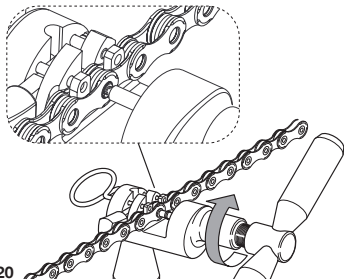

Fig.20
- Avvitando l'utensile portando lo spintore a contatto con l'estremità sporgente della bussola ULTRA-LINK 5-CN-SR700 eseguendo circa 3/4 di giro imprimate una forza moderata sulla stessa fino a deformarla (**Fig. 20**).